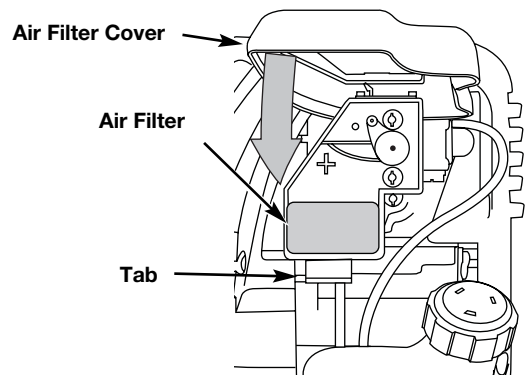

Fig. 31
8. Pivotez le couvercle vers la droite jusqu'à ce que la languette du couvercle du filtre s'enfonce d'un déclic dans la fente sur le côté droit du boîtier du filtre (Fig. 31).